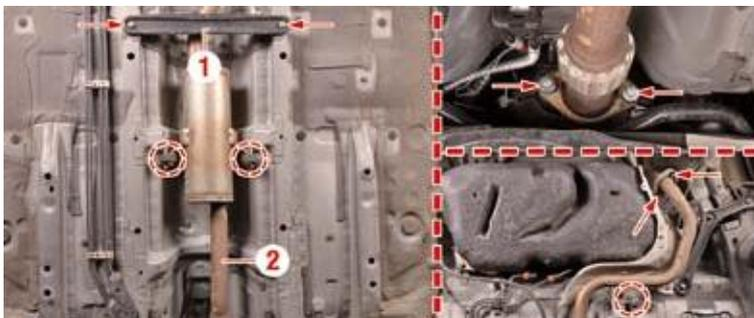

Fig. 32
- **Staccare il rinforzo del pianale (1)** (Fig. 32).
- **Staccare il tubo di scarico anteriore (2)**.